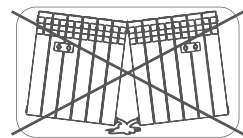

рис. 2
7.4. Для монтажа радиаторов с числом секций до 12 используйте 2 кронштейна, для 12 и более 3 кронштейна (2 сверху, 1 снизу) (рис. 2).